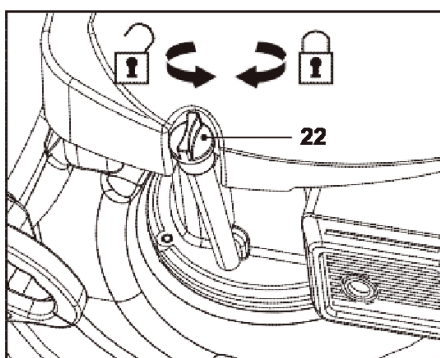

Рис. 8
1. Открутите и снимите крышку маслозаливной горловины (22), см. рис. 8.